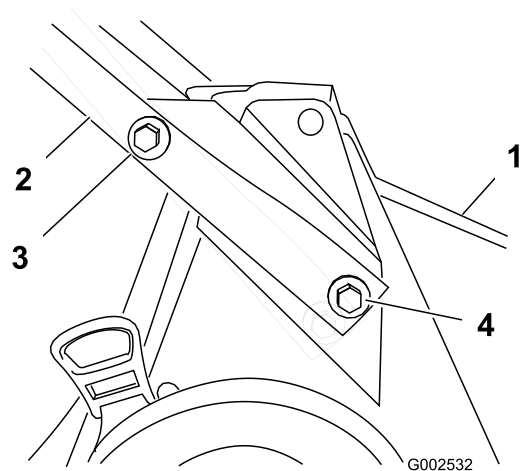

Figure 3
1. Montez la poignée sur le carter du tablier de coupe à l'aide de 2 boulons (5/16 x 7/8"), 2 boulons (5/16 x 1-1/2 pouces), 4 rondelles et 4 contre-écrous (Figure 3).